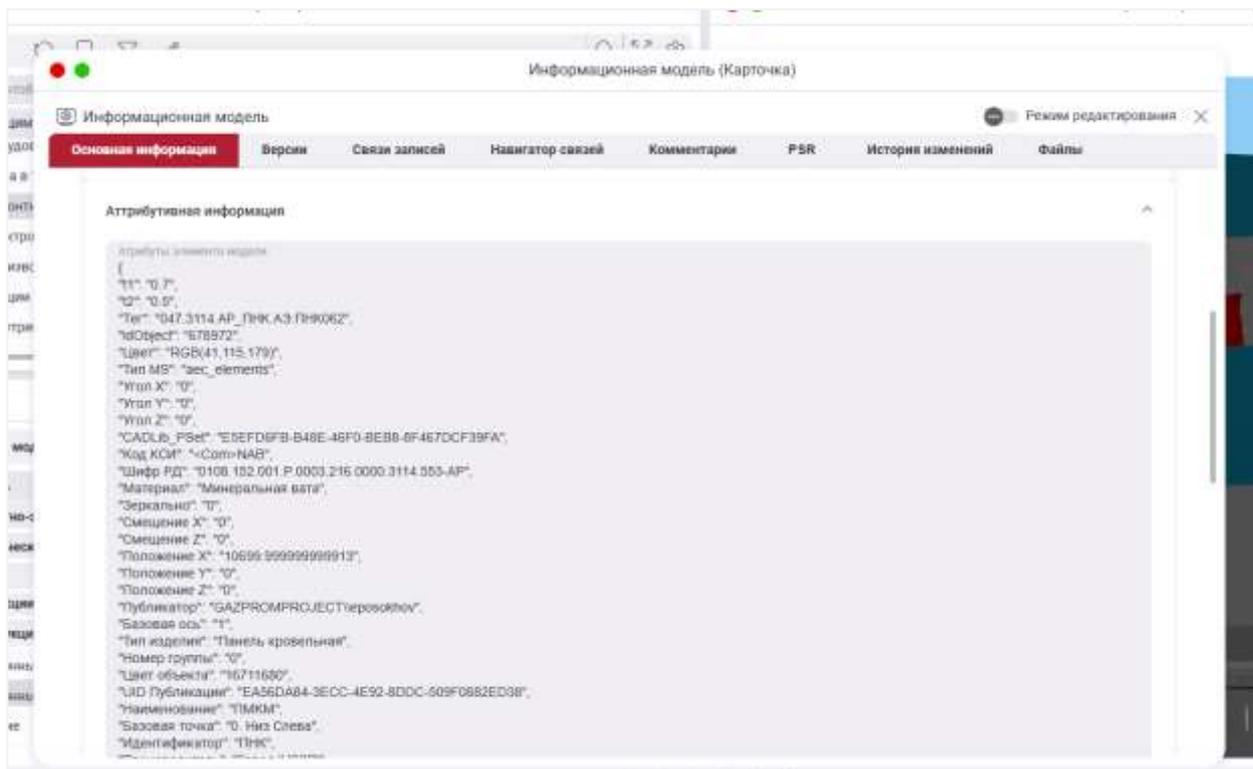

Рисунок 36. Атрибуты
- 5) В карточке показаны атрибуты (Рисунок 36).